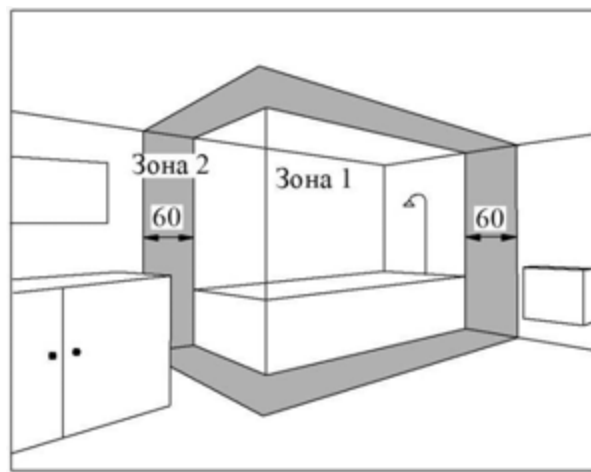

Рис.3
5.5 Конвекторы с исполнением оболочки IP24 допускается устанавливать в ванных комнатах, душевых, бассейнах (см. рис. 3).